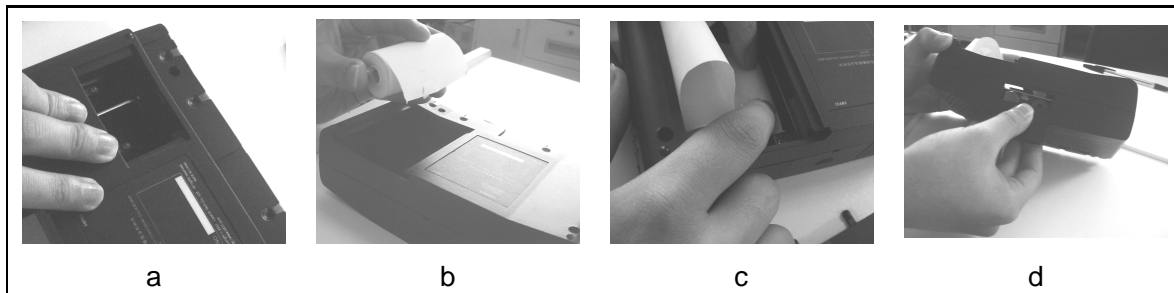

图 3 安装打印纸
X-431 所配微型打印机使用 30 × 57mm (内孔为 7mm) 的热敏打印纸, 打印纸的安装如图 3 所示。
1. 打开打印机背面的装纸盖板, 如图 3-a。
2. 取出打印机装纸轴, 并将打印纸筒套在装纸轴上, 如图 3-b。
3. 将打印机装纸轴安装到打印机, 注意保证打印纸的安装方向正确, 否则打印机将无法打印, 如图 3-b 和图 3-c。
4. 打开打印机走纸侧板, 扳起压纸杆, 将打印纸引入出纸槽中, 顺时针转动进纸旋钮, 将打印纸从出纸槽中引出, 如图 3-d。